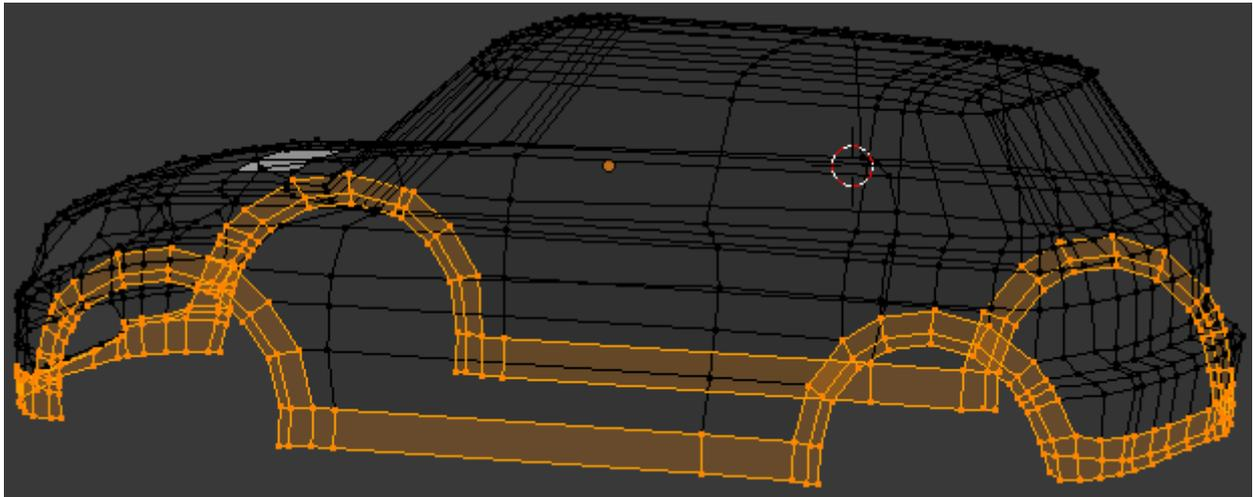

Figura 4.112
1. Seleccione, [C], todos os vértices correspondes à bordadura em plástico, figura 4.112, e separe-os da malha principal, [P] > Selection.